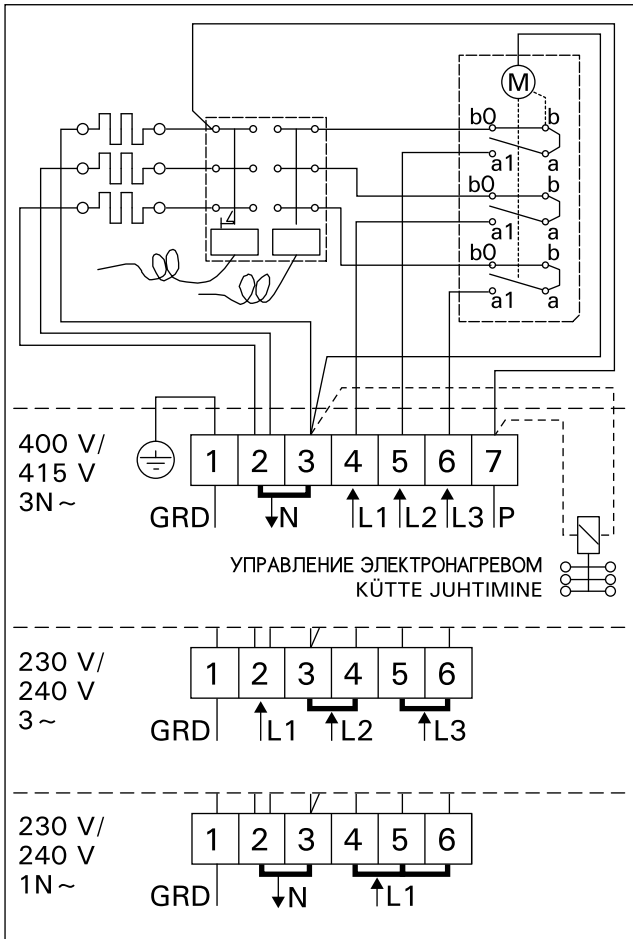

Рисунок 9. Электромонтаж каменки BX
- Кроме клемм питания каменки ВХ оснащены также клеммой (Р), которая делает возможным управление электрическим нагревом (рис. 9). Управляющее напряжение передается от каменки, когда она включена. Кабель управления электронагревом подводят прямо к соединительной коробке каменки и дальше с помощью резинового кабеля, равного по сечению соединительному кабелю, к клеммнику.